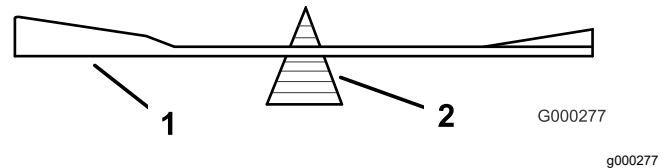

Figura 111
- Controllate l'equilibrio della lama posizionandola su un bilanciatore (Figura 111).